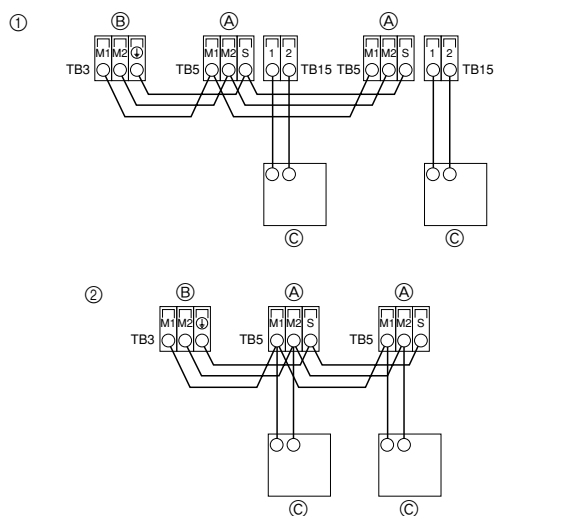

Fig. 6-2
6.2. 接驳遥控器、室内和室外传送电缆 (Fig. 6-2)